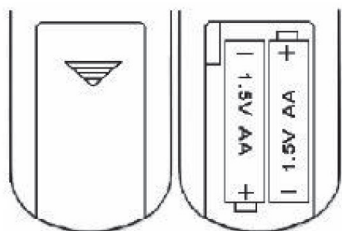

Fig. 3
- Per sostituire le batterie (2 pezzi, 1,5V/AA), aprite l'alloggiamento facendo scorrere il coperchio verso il basso nella direzione della freccia e, nel frattempo, tenetelo premuto con il pollice (Fig. 3).